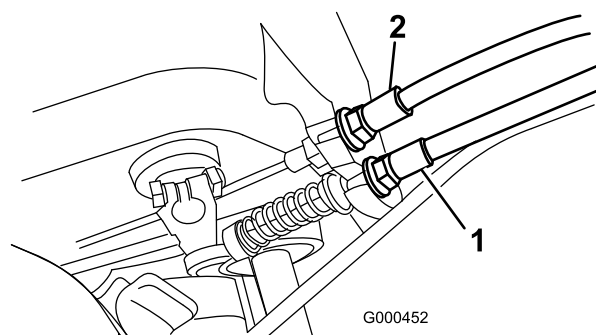

図 31
2. ブレーキ・ケーブルの前ジャム・ナットをゆるめ、後ジャム・ナット (図 31) を締めてケーブルの張りを出し、2.7~4.1 kgの力でブレーキが作動するようにする。力の計測はレバー・ノブの部分で行う。ブレーキ・バンドが締めまりっぱなしにならないよう注意すること。